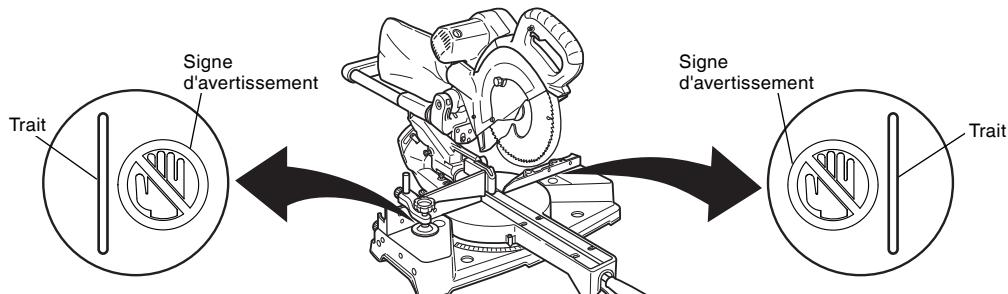

Fig. 22
- * Ne jamais amener les membres à l'intérieur de la ligne à côté du signe d'avertissement pendant que l'outil fonctionne. Cela pourrait être dangereux (voir Fig. 22.).